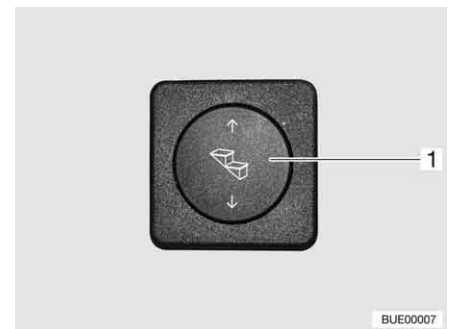

Bild 4 Bedientaster Eintrittstufe
- Wipptaster (Bild 4,1) unten drücken und gedrückt halten (mindestens 3 Sekunden), bis die Eintrittstufe vollständig ausgefahren ist.
- Wipptaster (Bild 4,1) oben drücken, bis die Eintrittstufe vollständig eingefahren ist.